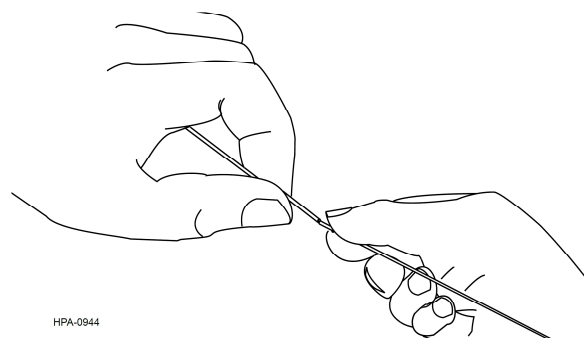

Abbildung 9
Schritt 3: Aderhülle an der Einritzung manuell abbrechen und das abgetrennte Stück der Aderhülle vorsichtig von den Fasern abziehen (Abbildung 9).